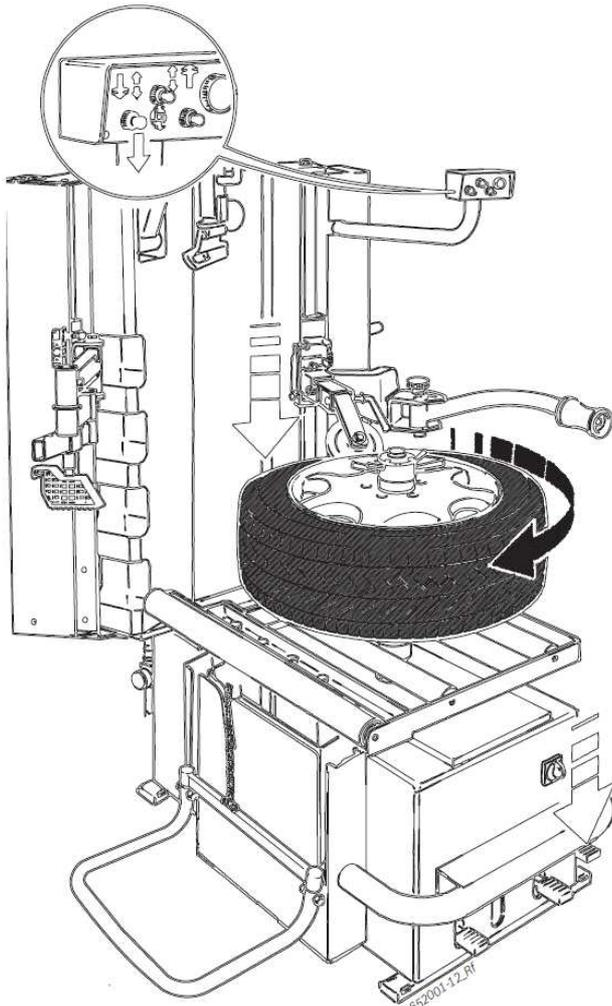
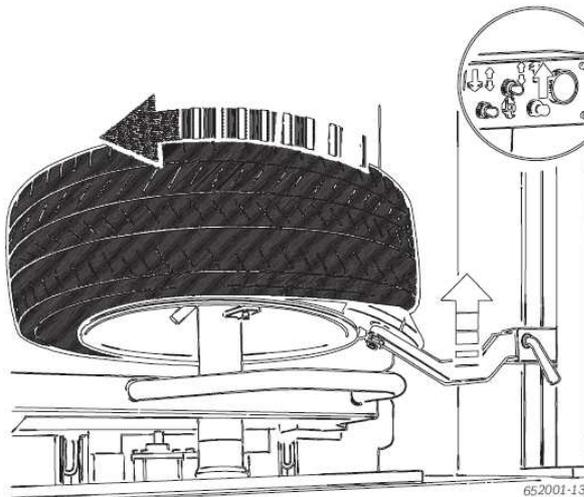

Рис. 5. Расположите верхний отжимной ролик на бортовой закраине обода.
Рис. 6. Демонтаж при помощи нижнего отжимного ролика.
2. Опустите верхний отжимной ролик и при помощи левой рукоятки управления в блоке управления гидравлической системы переместите вниз (рис. 5).
3. Переместите нижний отжимной ролик вверх при помощи правой рукоятки управления в блоке управления гидравлической системы (рис. 6).
1. При вращении зажимного стола при помощи педали для зажимного фланца (рис. 5) нажимайте на борт покрышки обоими отжимными роликами в направлении посадочной полки обода (рис. 6).